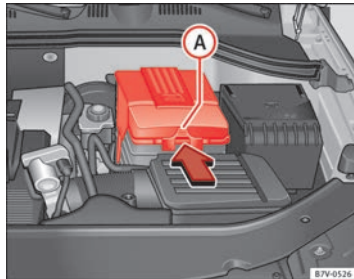

Abb. 175 Im Motorraum: Abdeckung für die Fahrzeugbatterie abnehmen.
- *Bei einer Abdeckung:* Auf die Lasche ⇒ Abb. 175 (A) in Pfeilrichtung drücken und Abdeckung nach oben abnehmen.